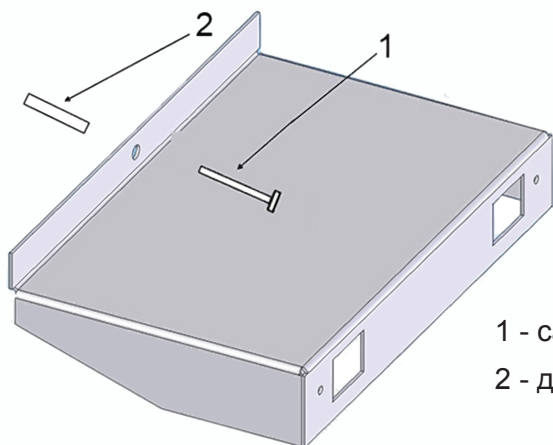

Рисунок 23 - Крепление автомата к стене
2. прикрутите упоры к автомату четырьмя винтами (см.рис.23);